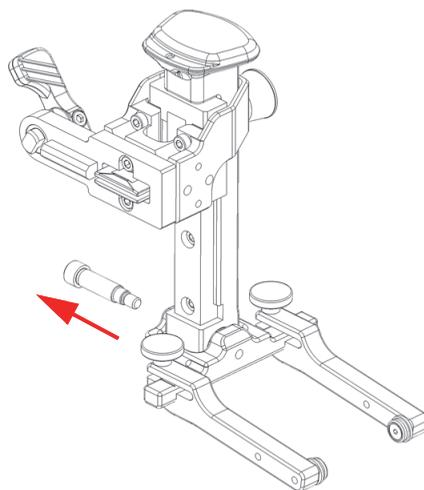

図 2-22 ヨークピボットビームのネジの取り外し
4. ヨークピボットビームのネジを 2.5 mm 六角レンチで外します (50 ページの図 2-22)。